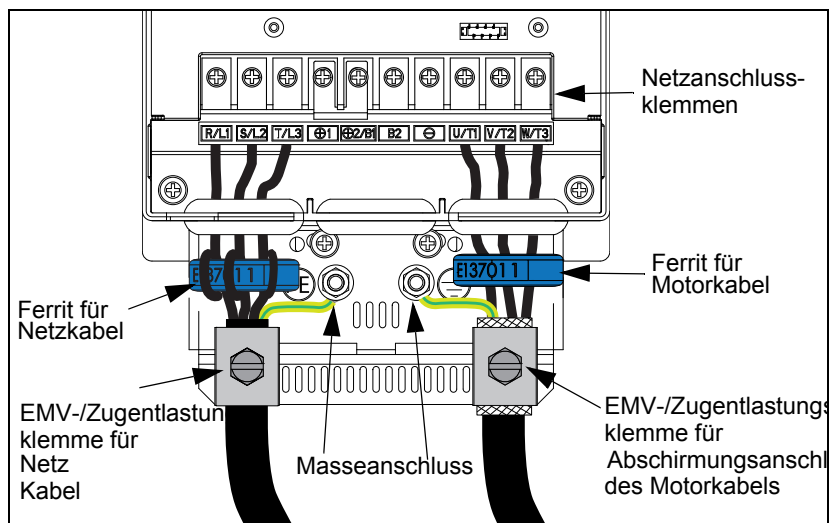

Fig. 8 Anschlüsse für Netz- und Motorkabel
Schließen Sie Netz- und Motorkabel gemäß Abb. 8 an. Fixieren Sie die Kabel mit den EMV-/Zugentlastungsklemmen.
- Schließen Sie die Abschirmung des Motorkabels gemäß Abb. 8 an die entsprechende Klemme an.